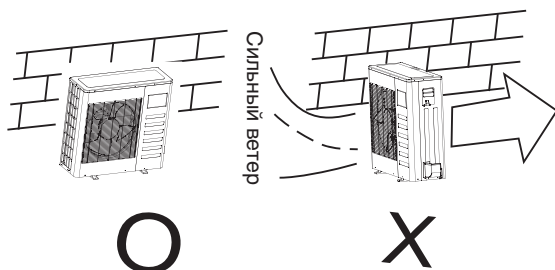

Рис. 6-1
- Если блок может подвергаться воздействию сильного ветра, например на морском побережье, то необходимо обеспечить беспрепятственную работу вентилятора. В этом случае блок можно разместить параллельно стене здания или установить соответствующие дефлекторы (см. рис. 6-1).